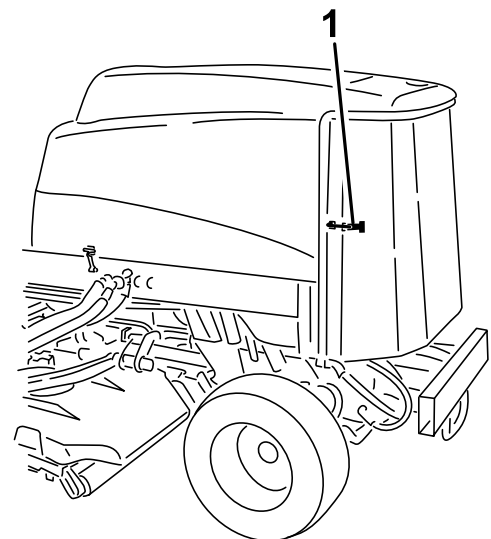

Figura 73
3. Desenganche y abra la rejilla trasera (Figura 73).